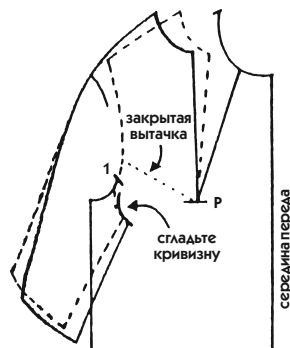

Рис. 728
1. На копии базового лекала переда кимоно прямого покроя пунктирными линиями обозначьте все линии, которые подлежат изменению (рис. 728).
- Возьмите базовое лекало спинки обычного кимоно, сравните его с измененным лекалом переда и посмотрите, совпадают ли соответствующие мерки (задание выполнять необязательно). Если задание к рис. 728 выполнено правильно, все эти мерки равны: